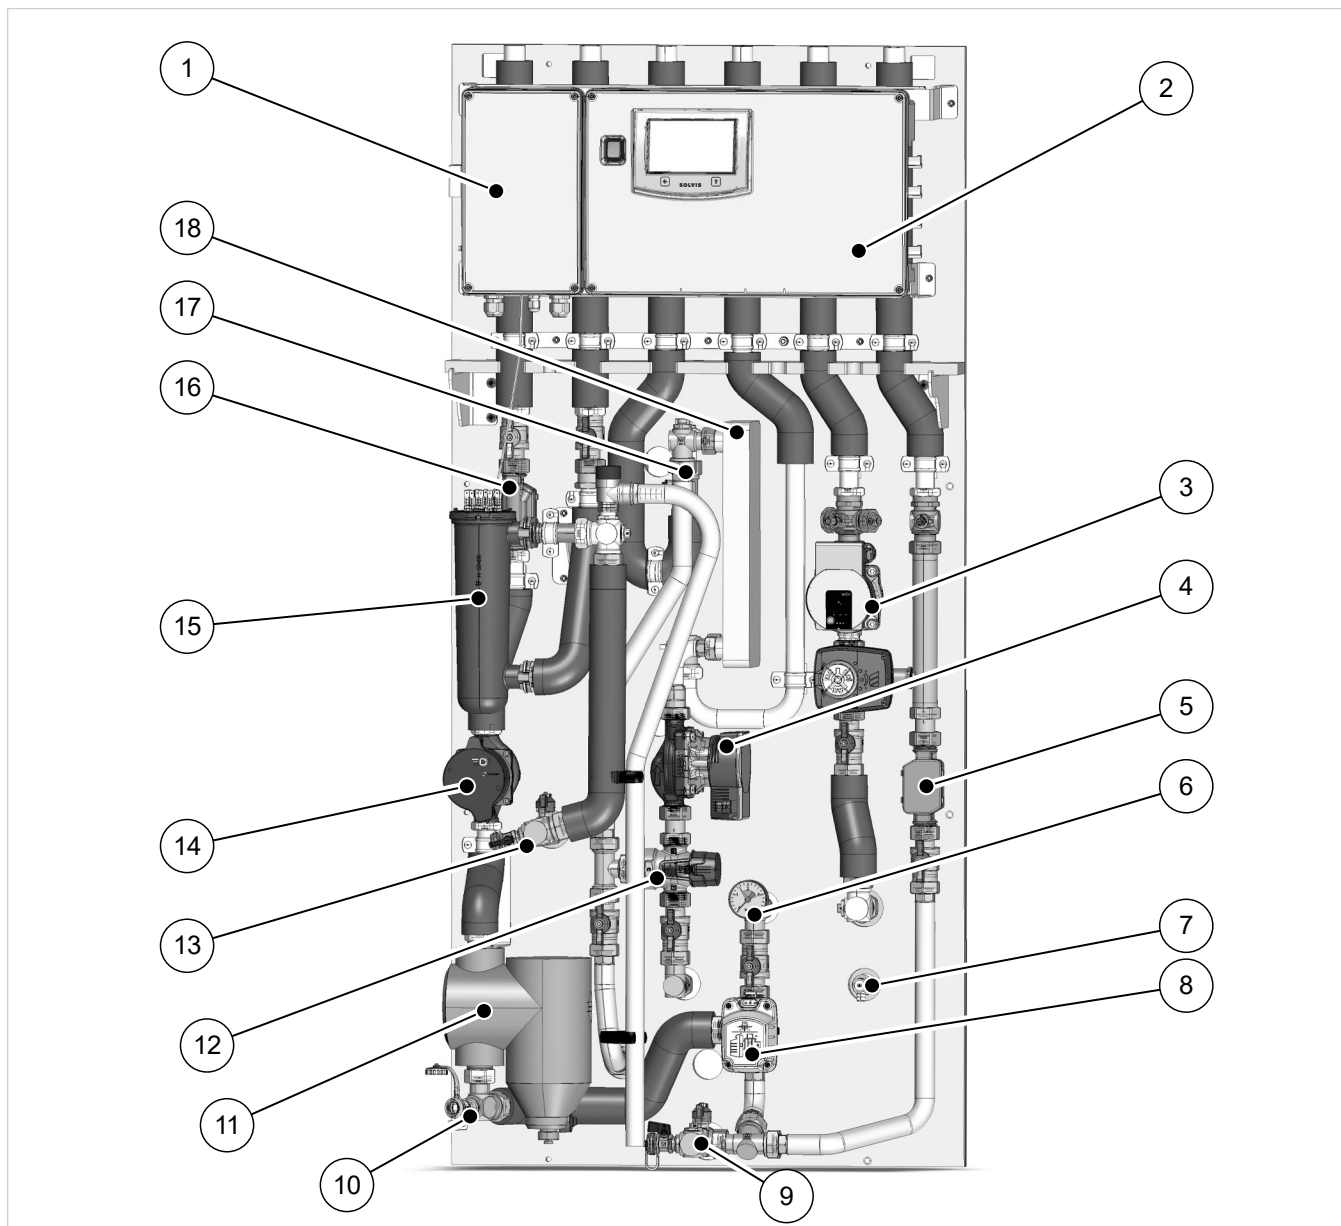

Abb. 13: Übersicht Lademodul SolvisLeo mit integrierter HKS-G-4,0
1. Den Entlüfter aus dem beiliegenden Montagepack entnehmen und auf dem dafür vorgesehenen Speicheranschluss montieren (siehe → Abb. 13, S. 12).